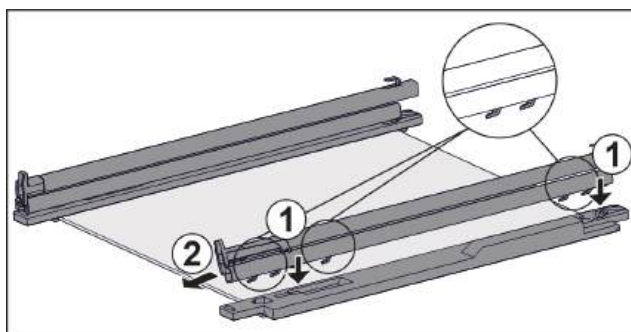

Fig. 104 Glasplatte mit Schienen und Halteteilen
teils setzen. *Fig. 104 (1)*
- ▶ Schiene nach vorne ziehen. *Fig. 104 (2)*